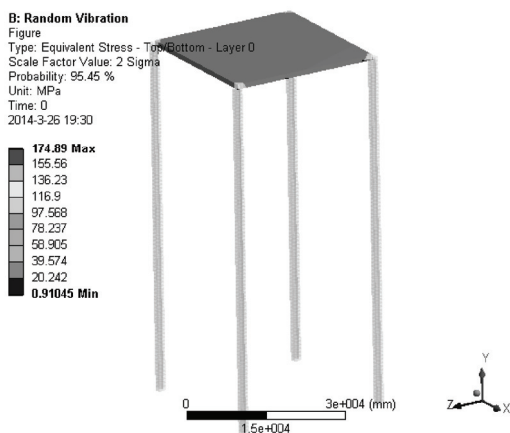

图 13-16 2 Sigma 应力云图
9) 重复步骤 5) ~7), 设置 Scale Factor 为 2 Sigma, 求解 2 Sigma 应力云图, 得到图形如图 13-16 所示。